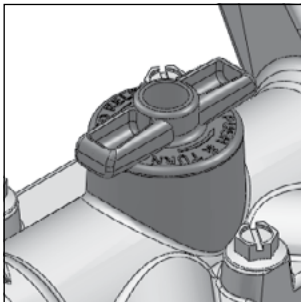

Figure 1.3
- Insérer la fiche puis faire pivoter de ¼ de tour dans le sens horaire comme indiqué sur la **Figure 1.3**.